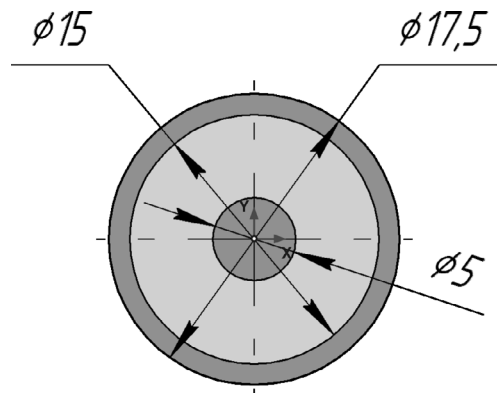

Рис. 45.7. Изображение колеса
- Постройте изображение колеса, как это показано на рис. 45.7 (размеры условные). Для этого начертите три концентрические окружности с общим центром в точке начала координат. При создании окружности диаметром 15 мм активизируйте переключатель **Сосями** в группе **Оси** на Панели свойств. Размеры не проставляйте, заливку цветом можно не выполнять.